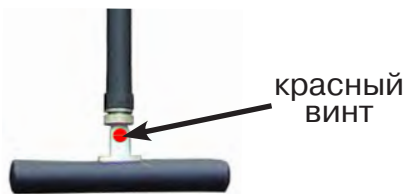

Рис. 9.4
По направлению «стрелки» можно отличить «свой» сигнал от «чужого», поскольку направление тока в «своей» коммуникации противоположно «перенаведенным» токам, протекающим по «чужим» коммуникациям. Направление сигнала - вперед (↑) является условным понятием и «назначается» оператором для данного положения датчика относительно данной трассы, которое фиксируется оператором по метке в виде красного винта (рис. 9.4), расположенной на одной из сторон датчика ЭМД-247.
4. «Назначение» производится нажатием кнопки **f** при расположении датчика точно над «выделенной» коммуникацией, считающейся «своей». После этого указатель направления сигнала приобретает вид - (↓). При переходе на «чужую» коммуникацию с другим «направлением сигнала» (или при изменении положения датчика на «обратное») раздастся звук и стрелка покажет «направление сигнала - назад (↓)» (рис. 9.4)